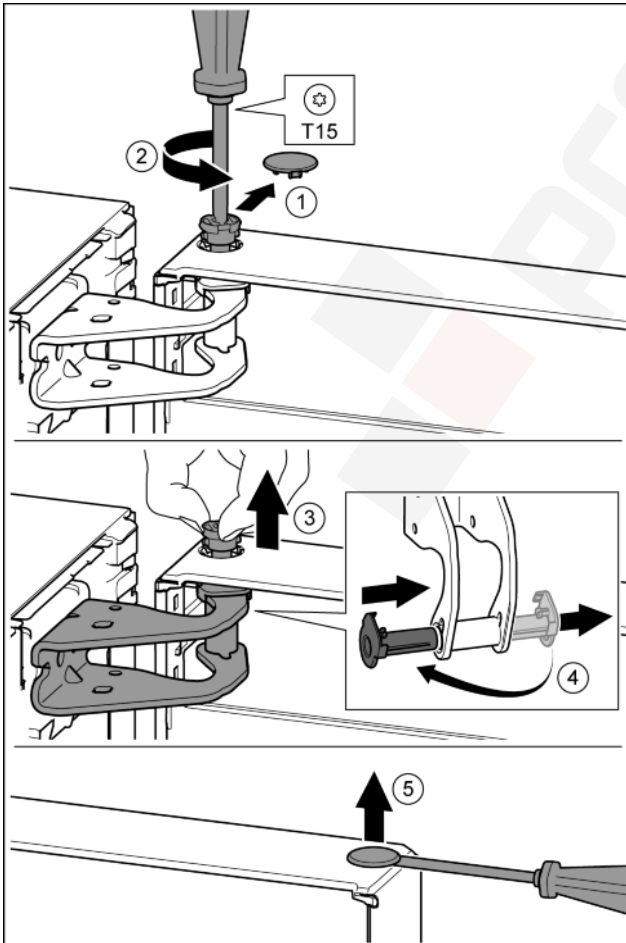

Fig. 11
- Óvatosan húzza le a biztonsági fedelet. Fig. 11 (1)
- A csapot a T15 csavarhúzóval kicsit tekerje ki. Fig. 11 (2)
- Tartsa meg az ajtót, és a csapszeget az ujjával húzza ki. Fig. 11 (3)
- Húzza ki a csapágyperselyt a vezetősínből. A másik oldalra helyezze és pattintsa be. Fig. 11 (4)